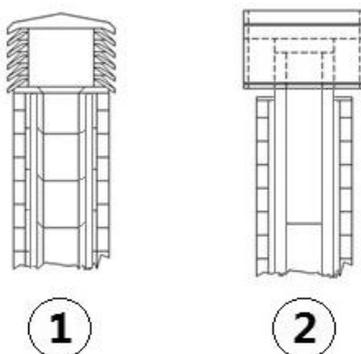

Fig. 4 - Extremos de chimenea antiviento
- AB. Controlar rigurosamente que haya sido instalada una cumbreira o sombrero anti viento **Fig. 4** según las normas vigentes. Del terminal, cumbreira o sombrero adecuado dependerá en gran medida la correcta evacuación de los humos y previene muchos problemas de instalación.
- Conducto de ventilación externa realizado enteramente en tubos inox aislados o sea con pared doble de mínimo $\varnothing 100/120$ mm: todas las partes son bien ancladas al muro, con el extremo de chimenea antiviento (véase Fig. 4).